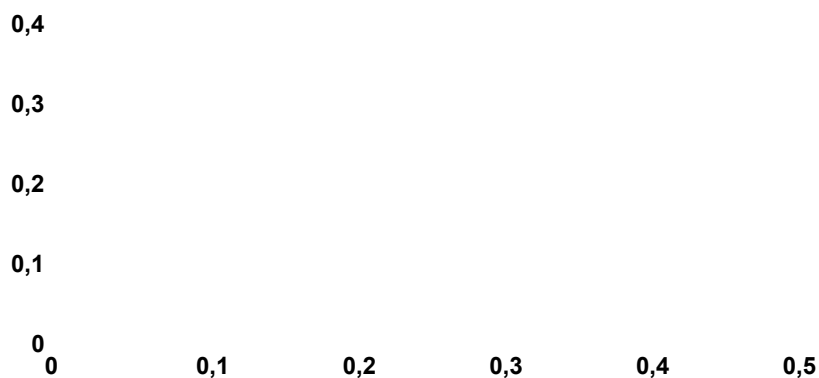

Рисунок 1 – Калибровочный график для определения нитрита натрия
Полученным средним данными из трех стандартных растворов строят калибровочный график (рисунок 1), откладывая на оси абсцисс концентрацию нитрита натрия ($\text{мкг в } 1 \text{ см}^3$ окрашенного раствора), а на оси ординат соответствующую оптическую плотность (D). Калибровочный график должен проходить через начало координат.